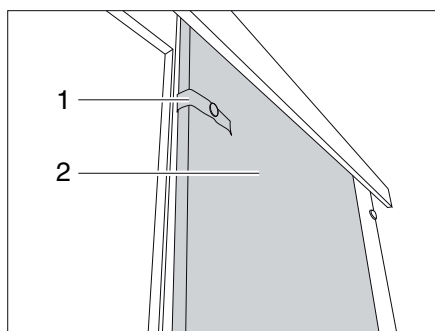

Fig. 178 Porte coulissante
- Détacher la bande de sécurité (Fig. 178,1).
- Tirer la porte coulissante (Fig. 178,2) en position de fermeture.
- Amener la porte coulissante (Fig. 178,2) dans la position d'ouverture.
- Fixer la porte coulissante avec la bande de sécurité (Fig. 178,1).